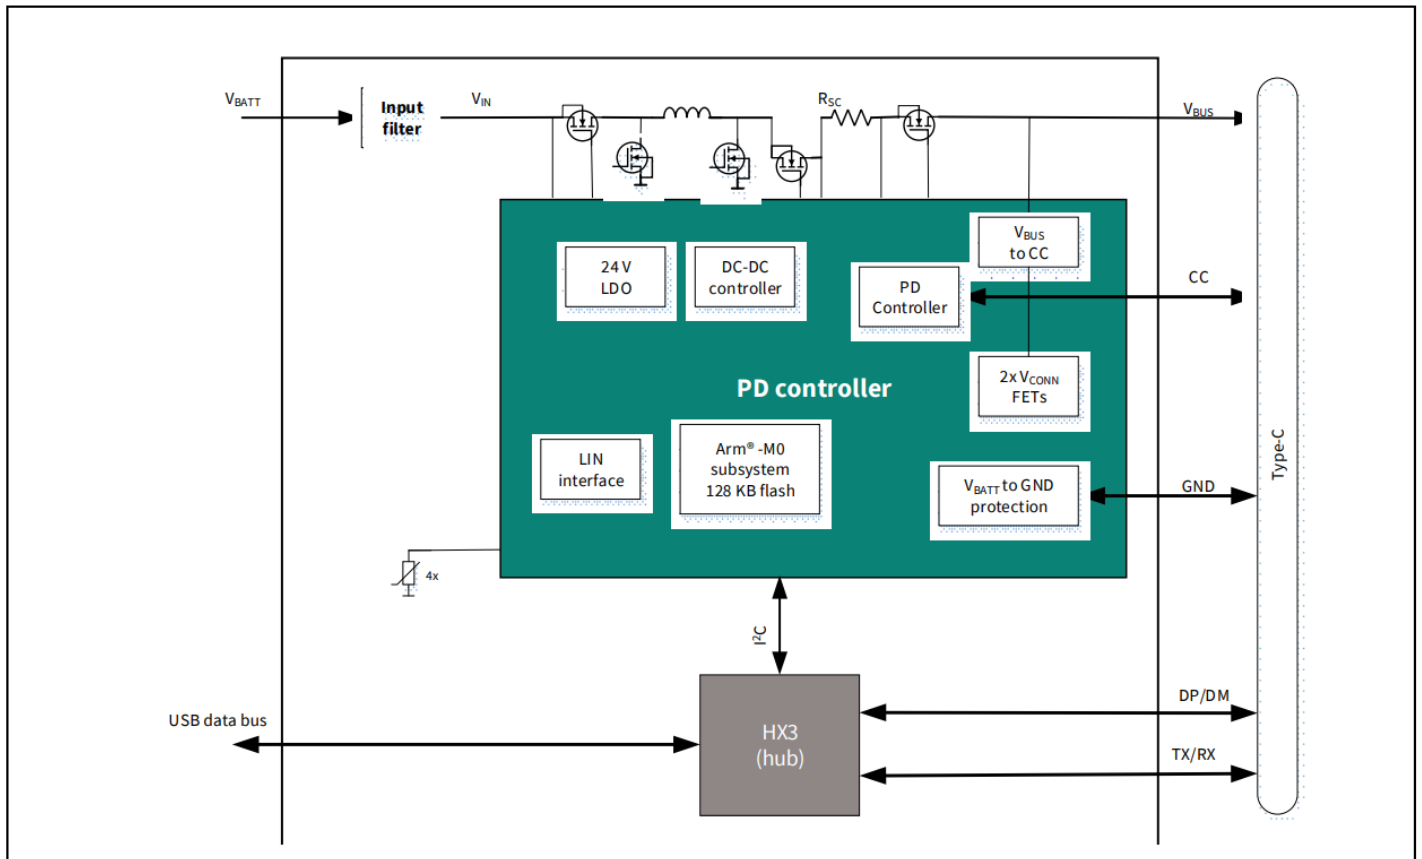

图 2 汽车音响主机应用
汽车信息娱乐应用如图 2 所示。
EZ-USB™ HX3 汽车级供电 (PD) 图 2 图示为搭载 HX3 集线器和英飞凌供电 (PD) 控制器的汽车音响主机应用概览。HX3 可用于 2 至 4 个下行端口，支持数据和各种充电协议。
共享链接模式需要为可移动 USB 2.0 设备和嵌入式 SS 设备提供单独的 VBUS 控制。图 2 显示了 VBUS 控制实现。为了避免嵌入式 SS 设备降级为 USB 2.0 模式，需要用到外部电源开关。该开关由 HX3 控制，它产生一个名为 DSx_VBUSEN_SL 的输出信号。该信号控制嵌入式设备的 VBUS。